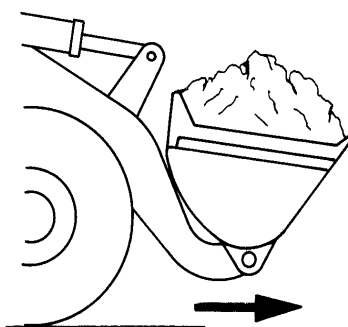

Рис. 4.35. Транспортировка ковша, наполненного материалом
6. Ковш, наполненный грузом, следует транспортировать в закрытом положении низко над поверхностью земли (Рис. 4.35). Если в процессе транспортировки материала необходимо поднять ковш вверх, то оператор должен повысить внимательность. Повороты и переключение передач следует выполнять как можно плавней. При наполнении ковша и при транспортировке груза необходимо пользоваться низшими передачами, а более высокими – при повороте.